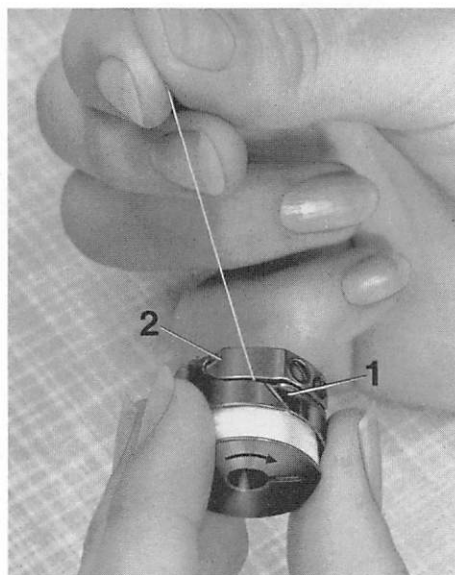

Fig. 6
Die gefüllte Spule so in die Oberkapsel einsetzen, daß der Faden im Uhrzeigersinn abläuft (siehe Pfeil Fig. 6).
Insert the full bobbin into the bobbin case so that when you pull the thread the bobbin turns in a clockwise direction (see arrow in Fig. 6).
Introduire la canette garnie dans la boîte à canette, de manière que le fil se déroule dans le sens des aiguilles d'une montre (flèche, fig. 6).
■ Coloque la bobina llena en la cápsula de forma que el hilo corra en el sentido de las agujas del reloj (véase flecha, fig. 6).
■ La spolina piena va inserita nella capsula in modo che il filo scorra in senso orario (vedi freccia fig. 6).
■ Introduza a bobina na cápsula de tal forma que o fio desenrole no sentido dos ponteiros do relógio (veja Fig. 6 – seta).